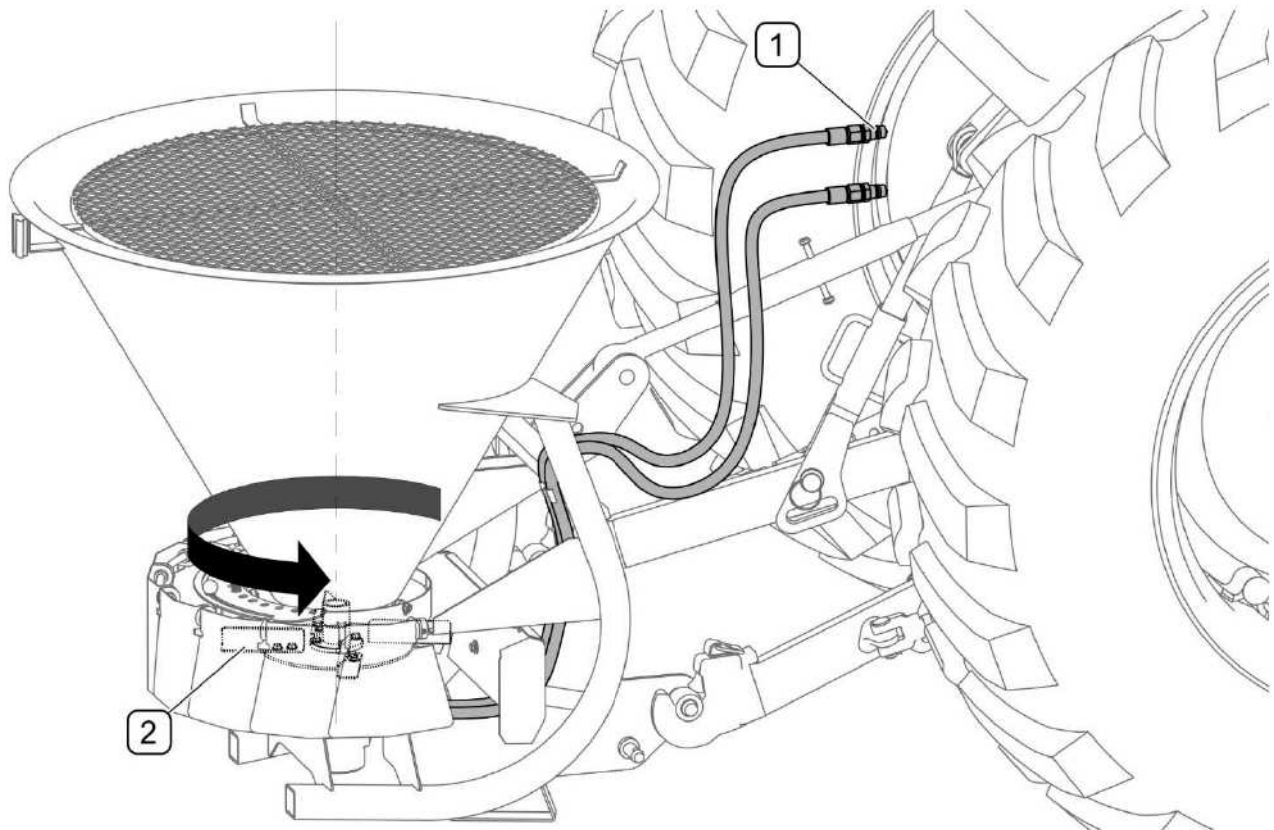

FIGURE 4.2 Raccordement de l'installation hydraulique au tracteur
Dans les épandeurs à entraînement hydraulique, les broches (1) de raccords hydrauliques doivent être raccordées aux prises d'une section hydraulique externe du tracteur (FIGURE 4.2). Après le démarrage de l'alimentation, le disque d'épandage (2) doit tourner dans le sens inverse des aiguilles d'une montre. Si le disque tourne dans la mauvaise direction, il faut échanger des broches de raccords hydrauliques.